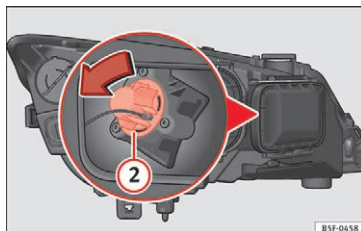

Fig. 106 Blinklyspære
- Drej pæreholderen » Fig. 106 ② mod venstre, og træk i den.